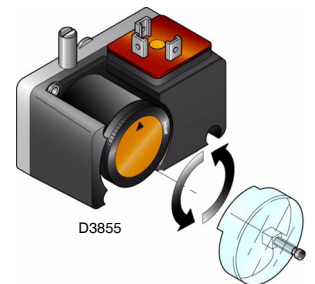

Fig. 26
- Régler le pressostat pour le contrôle d'étanchéité (Kit PVP) (Fig. 26), si présent, conformément aux instructions fournies avec le Kit.